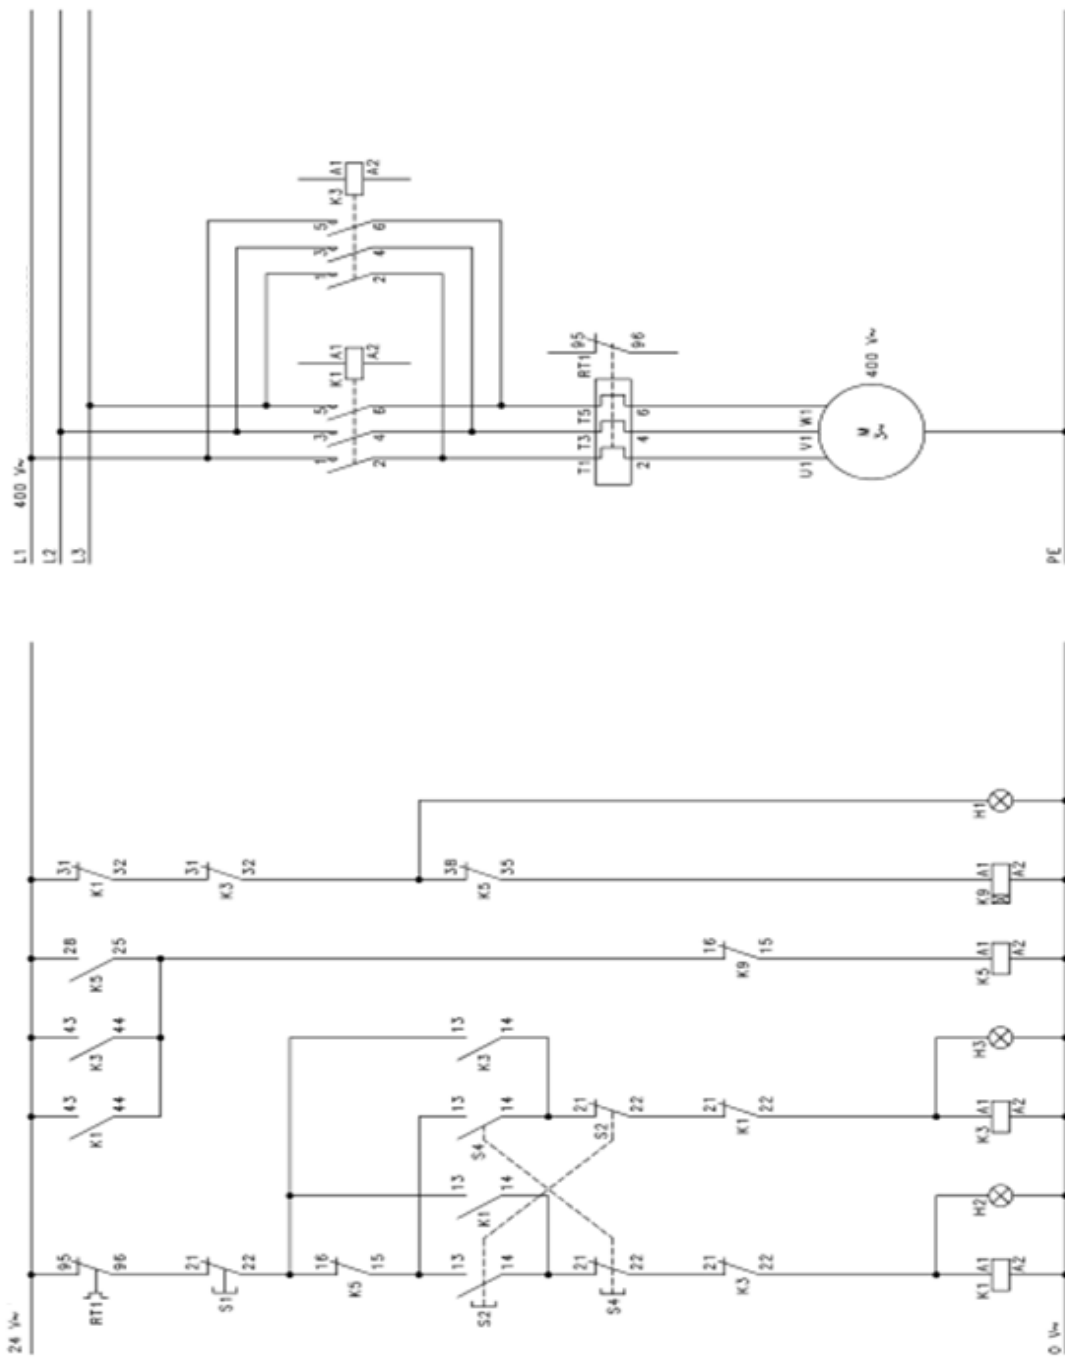

Figure 5 : Circuit de puissance et de commande d'un téléinverseur de marche pour moteur asynchrone triphasé avec un retardateur
- a. Raccorder les dispositifs comme indiqués dans la figure 5.